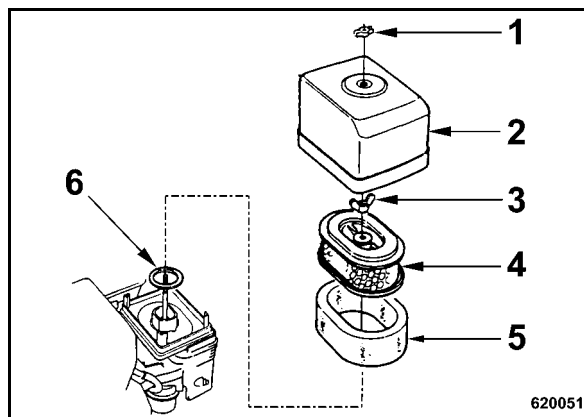

рис. 35
- Открутить гайку-барашек (1) (рис. 35) и снять крышку корпуса (2).
- Открутить гайку-барашек (3) и снять бумажную вставку (4) с пенообразной вставкой (5).
- Проверить резиновую прокладку (6); при необходимости, заменить.